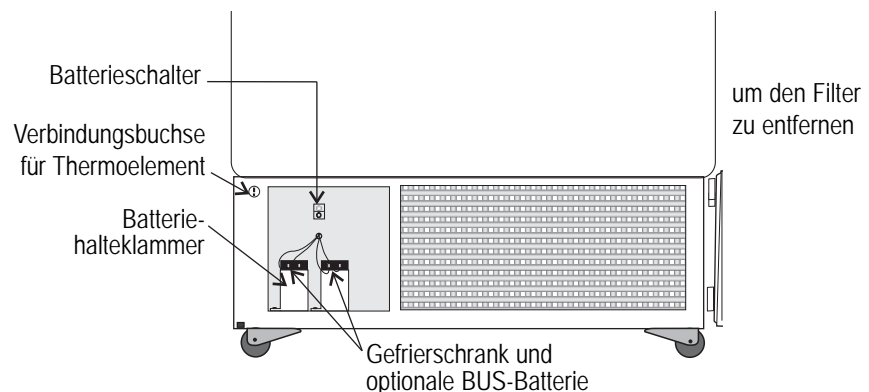

Abb. 4-6. Batterieschalter
3. Batterieschalter ausschalten (O). Siehe Abb. 4-6.